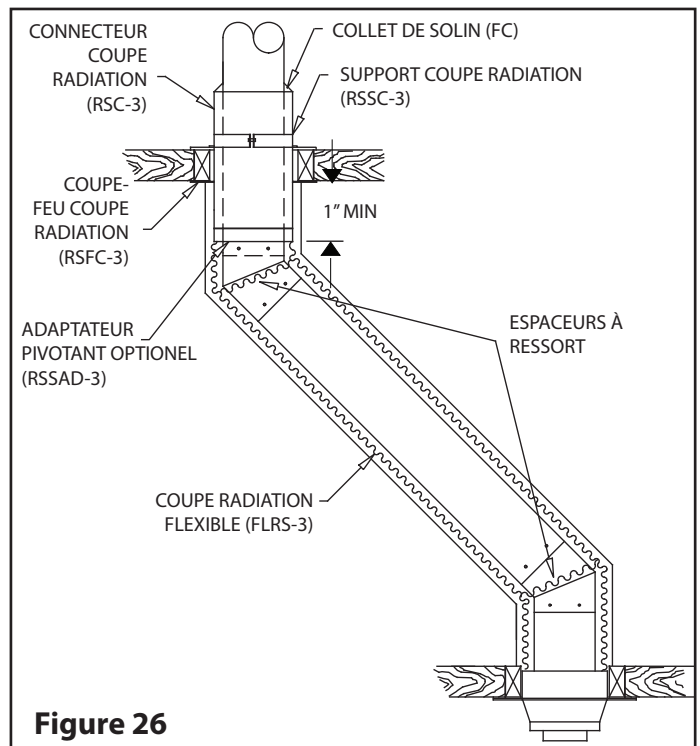

Figure 26
- Étape 5 : Au niveau du plafond, par le dessus, installez un Connecteur Coupe Radiation (RSC-3) et un Support Coupe Radiation (RSSC-3), assemblés entre eux mais sans les serrer (voir **Figure 26**).
- Étape 8. Installez le coude isolé de déviation sur la longueur verticale de la cheminée. Orientez-le dans la direction requise et fixez-le à la cheminée à l'aide des (4) vis à métal de 1/2 po fournies.
Étape 10. Utilisez un deuxième coude pour rediriger la cheminée à la verticale. Fixez de nouveau le coude à la longueur de cheminée à l'aide des (4) vis à métal de 1/2 po.
- Fixez un ressort d'espacement autour de la cheminée à chaque coude afin d'aider à maintenir l'écran flexible centré (voir **Figure 26**).
Étape 13. Faites glisser le Coupe Radiation Flexible (FLRS-3) vers le haut de la cheminée et fixez-le sous le plafond au Connecteur Coupe Radiation (RSC-3) à l'aide de (3) vis autotaraudeuses à métal de 1/2 po.
REMARQUE : Si l'espace est limité pour visser, installez un Adaptateur Pivotant (RSSAD-3) (voir figure 26) sous le Connecteur (RSC-3) et un autre à l'extrémité supérieure de Coupe Radiation Flexible.